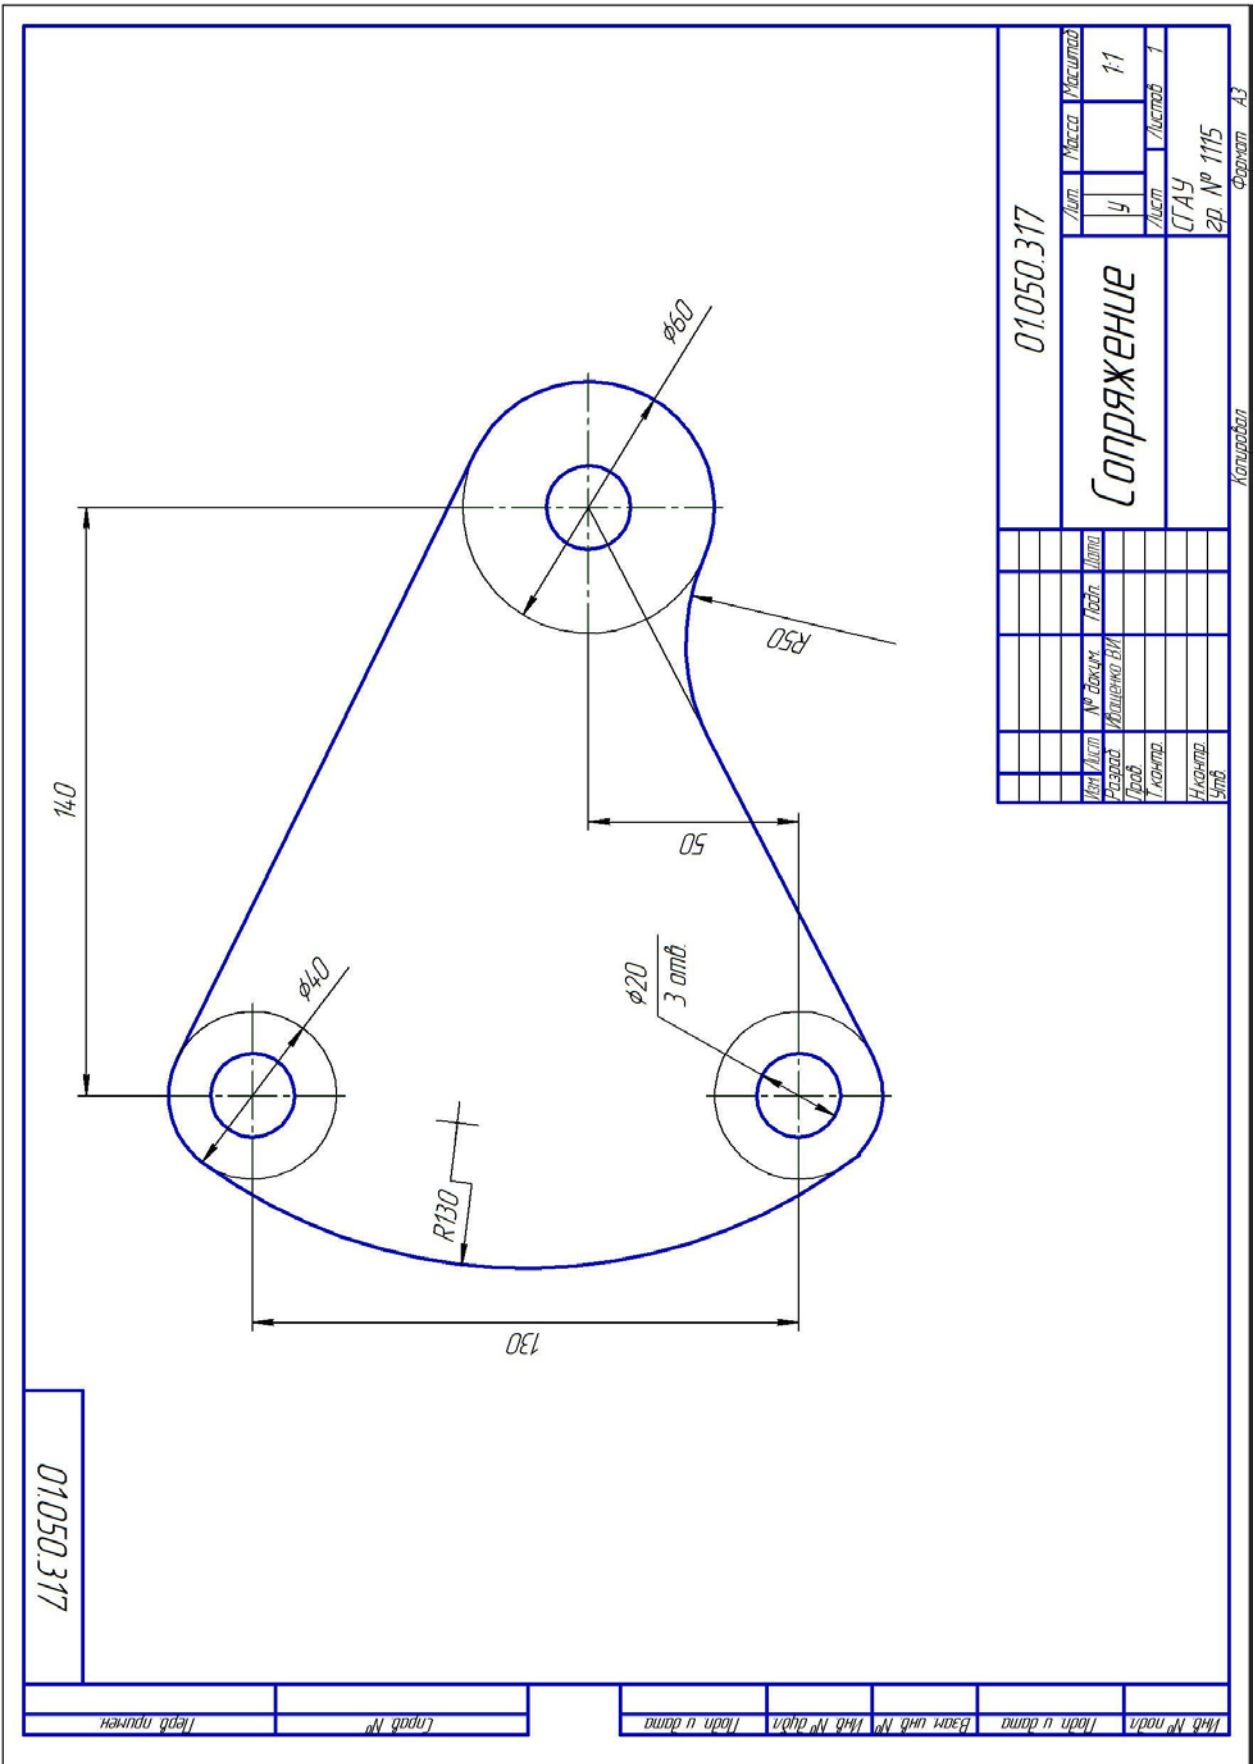

Рис. 1.35. Графическое задание для построения чертежа «Поводок трензеля»
**Задание:** Рассмотреть принципы построения циркульного сопряжения на примере выполнения чертежа детали, приведенной на рисунке рис. 1.35.